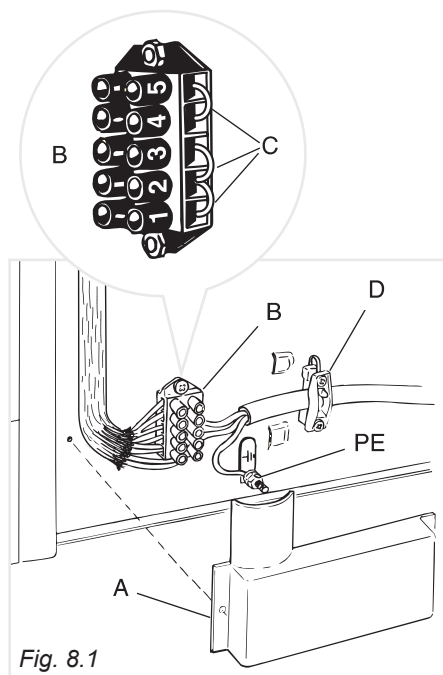
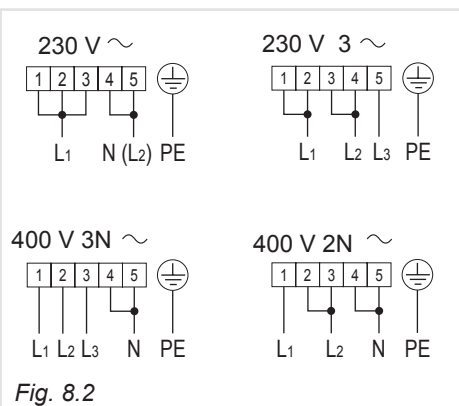

Fig. 8.1
Fig. 8.2
- Svitare le viti di fissaggio della protezione "A" dietro la cucina (fig. 8.1).
- Posizionare i cavallotti "C" sulla morsettiera "B" (fig. 8.1) secondo gli schemi di fig. 8.2.
- Infilare nel fissacavo "D" il cavo di alimentazione (fig. 8.1) di sezione adeguata come descritto nel capitolo "Sezione dei cavi di alimentazione".
- Collegare i cavi alla morsettiera "B" secondo gli schemi della figura 8.2 o i cavi di fase e neutro alla morsettiera "B" ed il cavo di terra al morsetto "PE" (fig. 8.1 - 8.2).